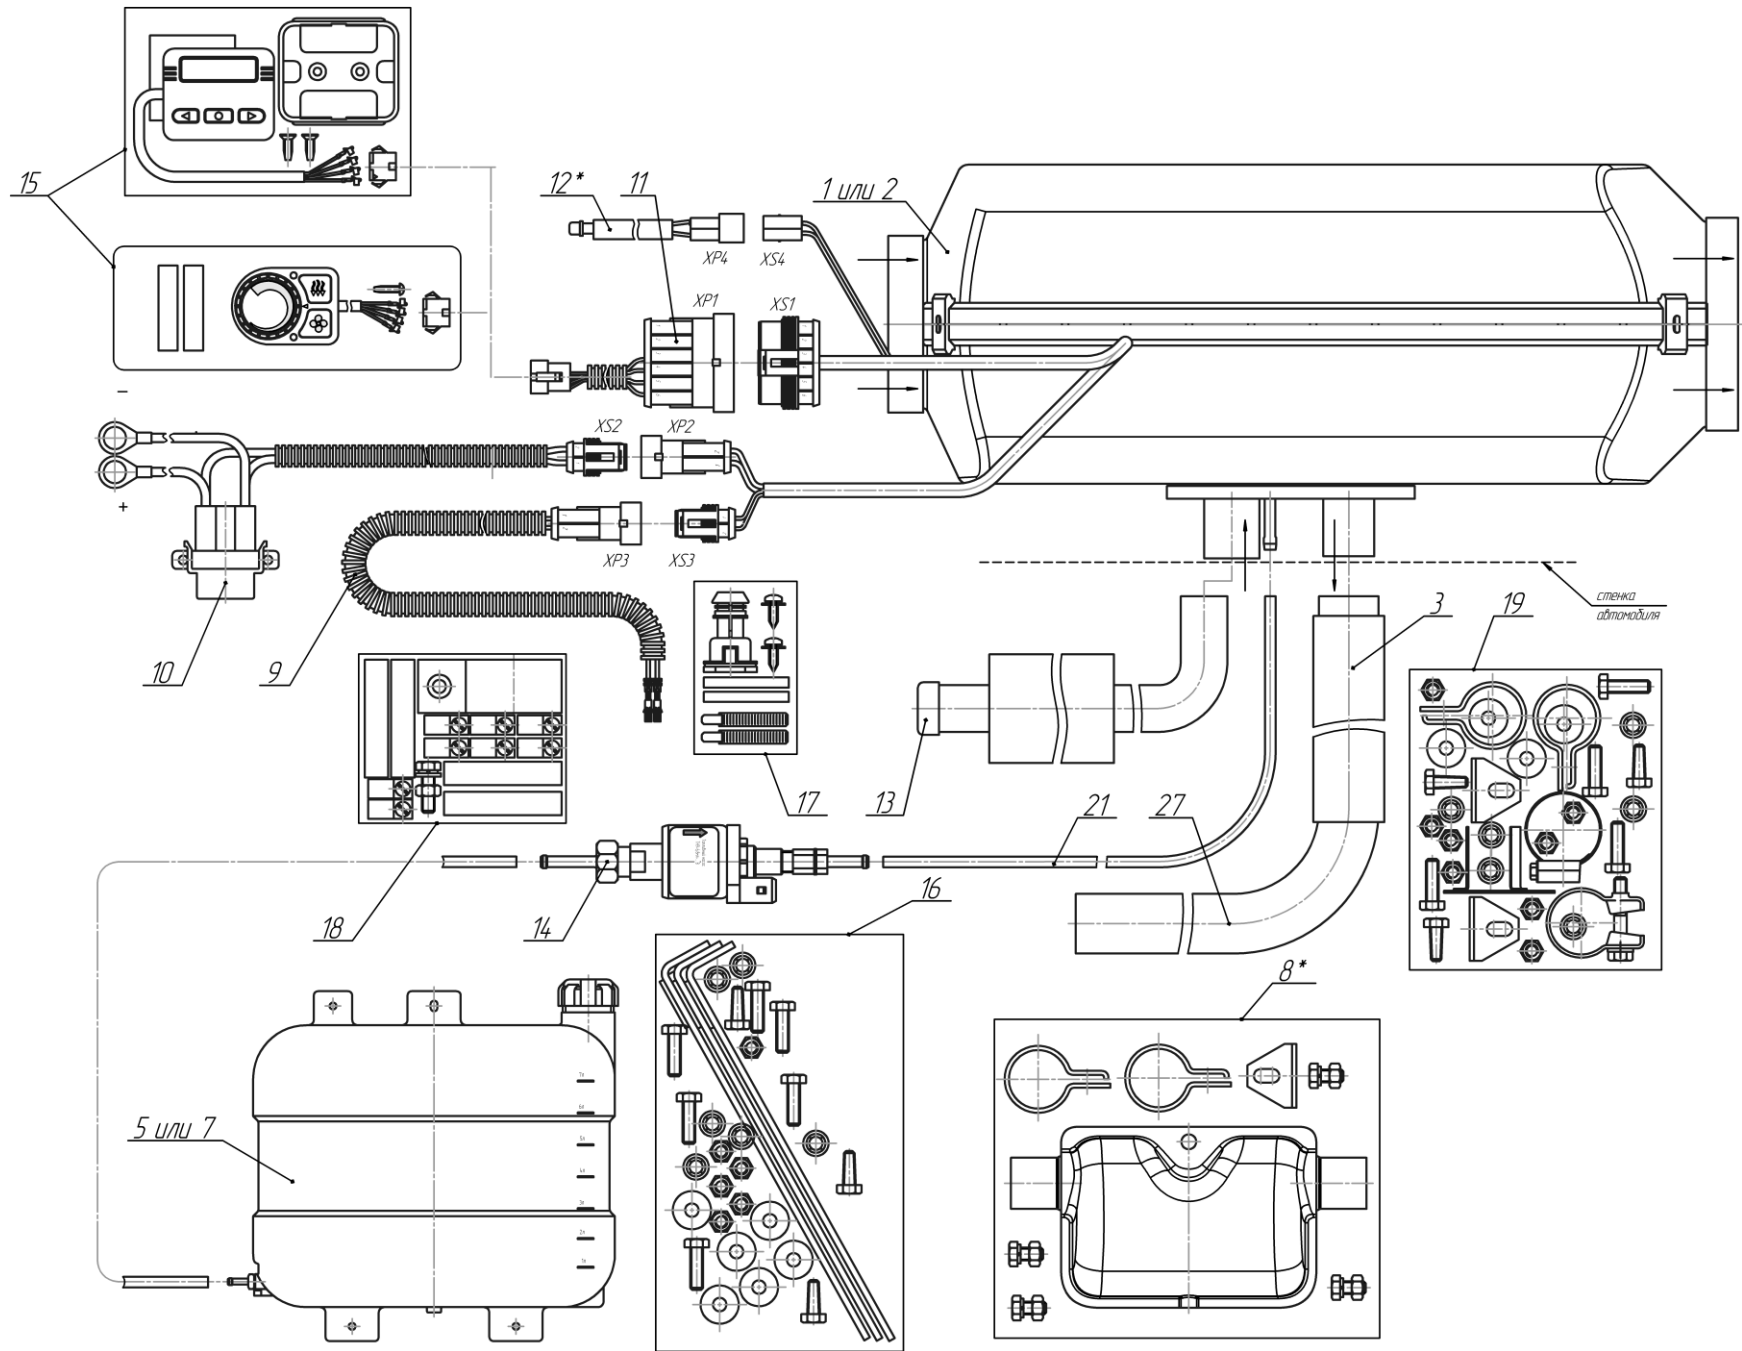

Рис.1- Схема деления отопителя (с монтажными комплектами).
- 1) Состав **отопителей воздушных** согласно схеме деления изделия, на составные части – рис. 1 и перечню деталей и сборок – таблица 1.